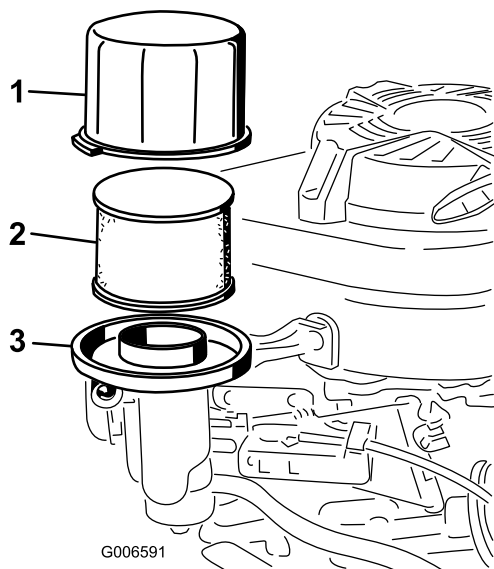

Figure 22
3. Déposez le couvercle et nettoyez-le soigneusement (Figure 22).
4. Déposez le préfiltre en mousse et le filtre papier (Figure 22).
5. Retirez le préfiltre en mousse du filtre papier (Figure 22), et remplacez le filtre papier s'il est très encrassé.
6. Inclinez la machine, filtre à air en haut, pour vidanger l'huile dans le bac de vidange (Figure 22).